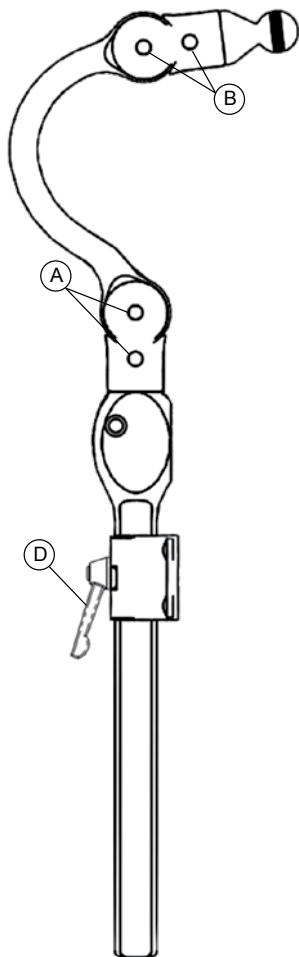
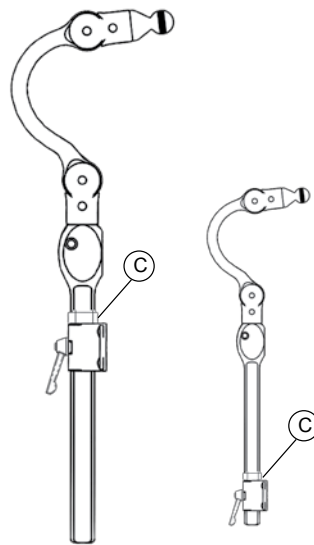
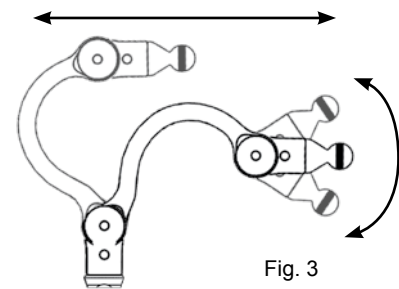
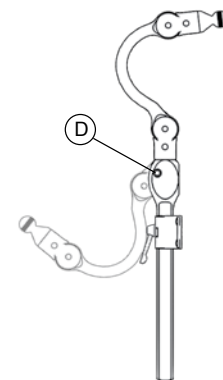

Fig. 1
Fig. 2
Fig. 3
Fig. 4
2. Diepte en hoek instelling - Draai 3 stelschroeven los (fig. 1, B) voor aanpassing van diepte en hoek (Fig. 4 en 5). Draai de horizontale stang 180° voor grotere hoekinstelling (Fig. 3). Keer de verticale stang 180° voor grotere instelling (fig. 3).
1. Bevestig en plaats in positie zoals getoond in fig. 1. De index-pen op de anti-draai borging (fig. 1, C) gaat in de gleuf op de bovenzijde van beugel (fig. 1 D) om draaiing te voorkomen.
1. Verticaal - Maak de hendel (fig. 1, E) los, stel op de juiste hoogte, en doe dan de borging omlaag (fig. 1, C) zorg ervoor dat de index-pen in de gleuf valt in de koppeling. (Fig. 1, F) De verticale stang kan worden gedraaid voor extra aanpassing van de hoek van de opbouw kussen/basisplaat.
2. Horizontaal / Verticaal – Draai de stelschroeven los (Fig. 1, A & B) voor aanpassing van de diepte en hoogte (Fig. 2).
1. Monteer onderdelen zoals getoond in afbeelding 1.
1. Verticaal - Maak de hendel (fig. 1, D) los, stel op de juiste hoogte, en doe dan de borgring omlaag (fig 2, C). De verticale stang kan worden gedraaid om extra aanpassing van de hoek van de opbouw van kussen/basisplaat te verkrijgen.
2. Diepte en hoek instelling - Draai stelschroeven los (Fig. 1, A & B) voor instelling van diepte en hoek. Zie de hoekinstelling zoals getoond in afbeelding 3.
3. Om de hoofdsteen naar achteren te kantelen, duwt u op de knop (Fig. 4, D) en duwt u het geheel naar achteren.
1. Verwijder dop van horizontale draaipunt (Fig. 2, B). Steek een schroevendraaier onder de cover en duw deze omhoog en naar buiten. Zie Fig. 1. Steek de pen in de antidraai-borgring (Fig. 1, C) in de gleuf aan bovenzijde van houder (Fig. 1, D) om draaien te voorkomen.
2. Horizontaal / Hoek – Draai bouten los (Fig. 1, A) voor aanpassing van diepte (Fig. 4) en hoek (Fig. 3). De schroeven hoeven pas helemaal aangedraaid te worden als alles op zijn plaats zit.